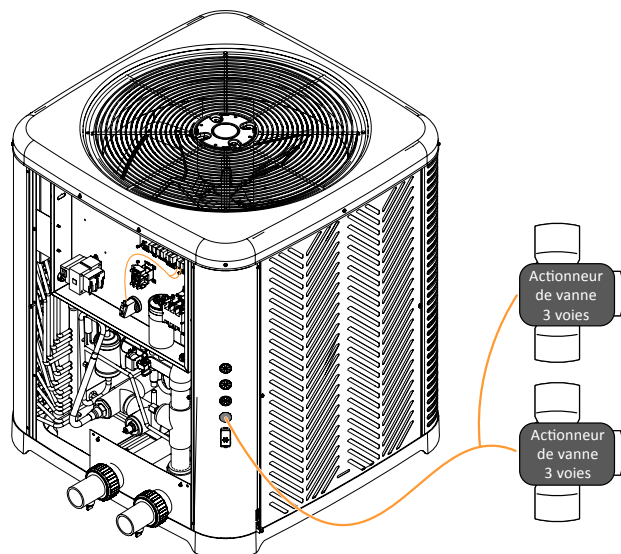

Figure 131. Câblage des actionneurs de vanne
1. Suivez les instructions générales de câblage des équipements externes afin de raccorder le faisceau du ou des actionneurs des vannes à la carte de contrôle de l'appareil. Voir Figure 131.